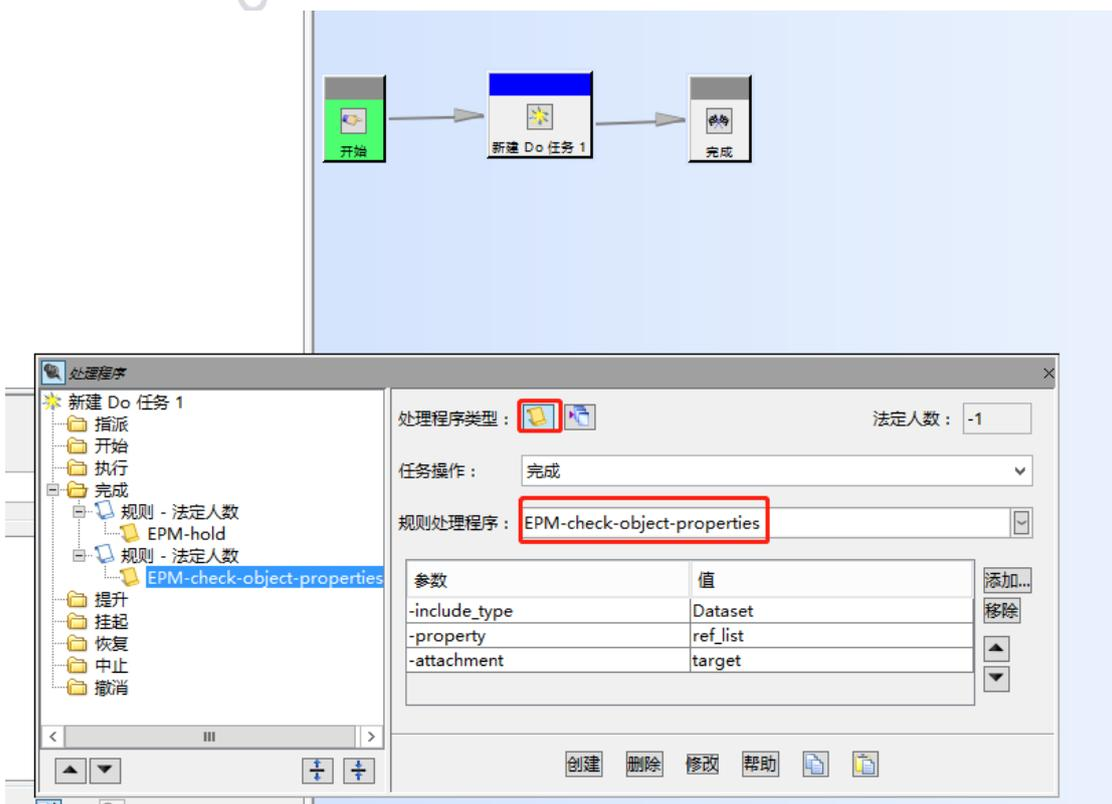

图 3
2.添加流程 handler: EPM-check-object-properties (如图 3)。这里 -include_type=Dataset; -property=ref_list; -attachment=target, 用于检查目标下数据集是否为空。